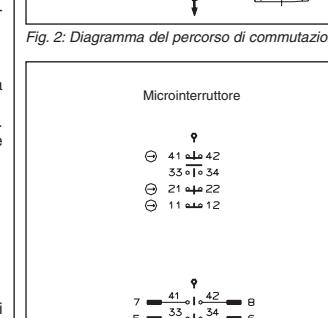

Fig. 4: Microinterruttore e connettore
- Cablaggio dei contatti: vedere fig. 4.